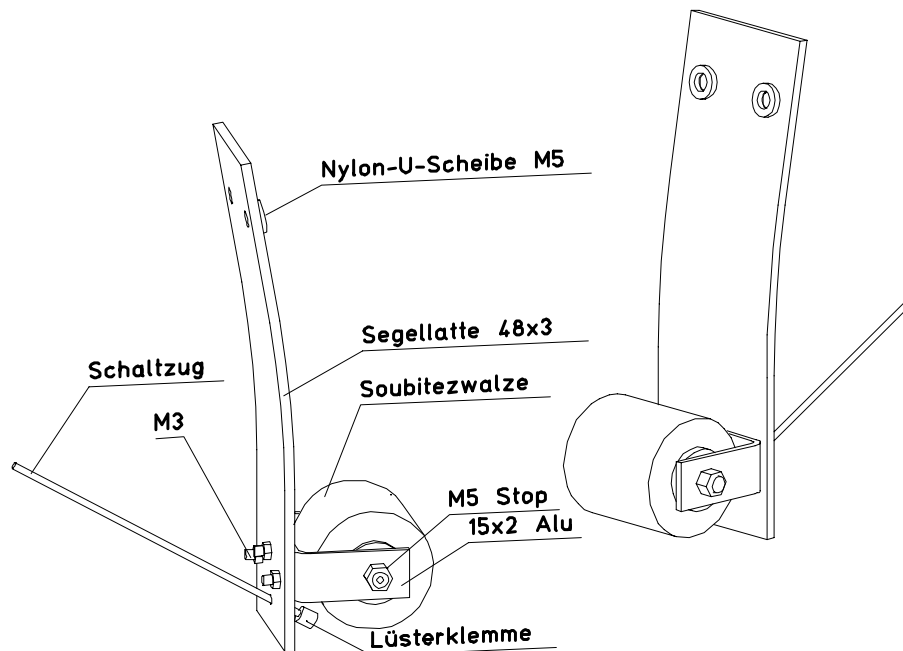

Abbildung 20: Stabile Dynamohalterung für Soubitez's
Ein weiteres Problem bei gefederten Hinterrädern ist die Montage des Dynamos. Da die Gabel aufgrund der Federung nun häufiger und schneller beschleunigt wird, werden auch größere Kräfte an der Dynamohalterung auftreten. Dem sind die meisten Dynamos nicht gewachsen. OST-Rad hat sehr lange rumexperimentiert, bis sie einen Dynamo gefunden hatten, der einigermaßen hält. An meinem Flevo ist bei der Soubitez-Walze nach 3 Wochen die Originalhalterterung abgebrochen. Daraufhin habe ich mir auf einer Segellatte (GFK, unidirektional) 3×48 ein U aus Alu 2×15 mit 3 M3 Messingschrauben befestigt, in dem die Soubitez-Walze aufgehängt ist. Die Segellatte sollte ca. 100-150 mm Federlänge haben. Den Anpreßdruck muß man durch Keile selber einstellen. Wenn man den Betätigungsdraht zum Lenker führt, so ist für wenig Geld noch eine Fernbedienung drin. Die Soubitezwalze hat gegenüber dem Union den Vorteil, daß der Dichtspalt nicht in der Dreckflugschneise liegt und er mit Hausmitteln auseinandernehmbar ist, sodaß bei Bedarf die Lager geschmiert werden können.¹³⁴ Meine Soubitezwalze hat derzeit ca. 500 km mit 25–30(50) km/h, auch bei Regen, Schnee, Glatteis und Salz hinter sich. Das einzige Problem ist, daß fast sämtlicher Dreck dieser Erde, gerade bei Temperaturen um 0°C darauf kleben bleibt, es sollte also ein Abstreifkante mit ca. 0,5–1 mm Spalt eingeplant werden. Die Konstruktion ist in Abbildung 20 wiedergegeben.